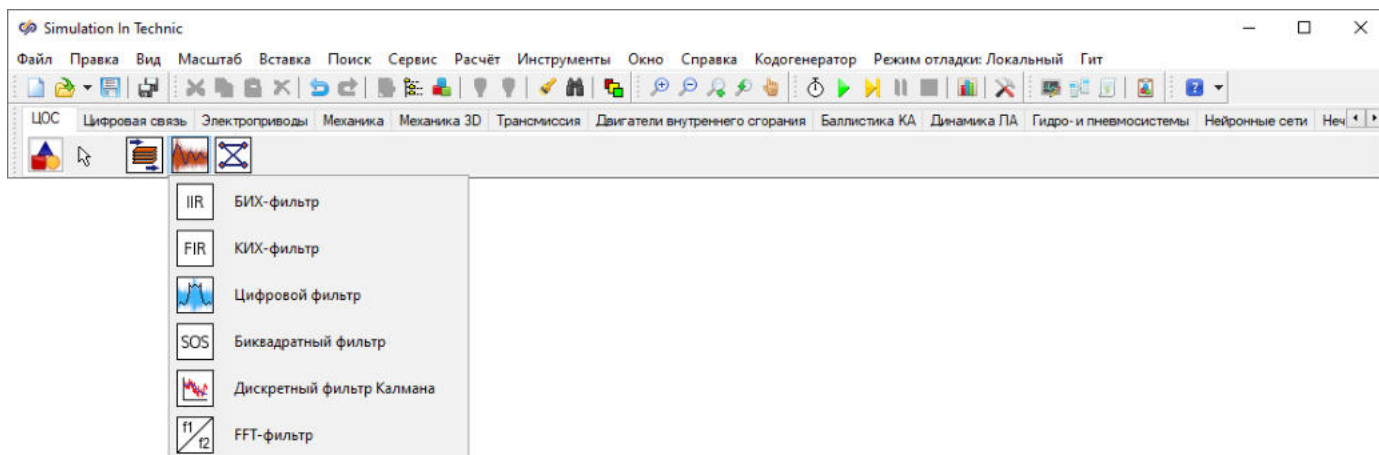

Рис. 1. Главное окно SimInTech с выделенной вкладкой "ЦОС" в палитре блоков и открытым подменю "Фильтрация"
1. В главном окне SimInTech в палитре блоков выбрать вкладку **ЦОС** подменю **Фильтрация** (Рисунок 1).